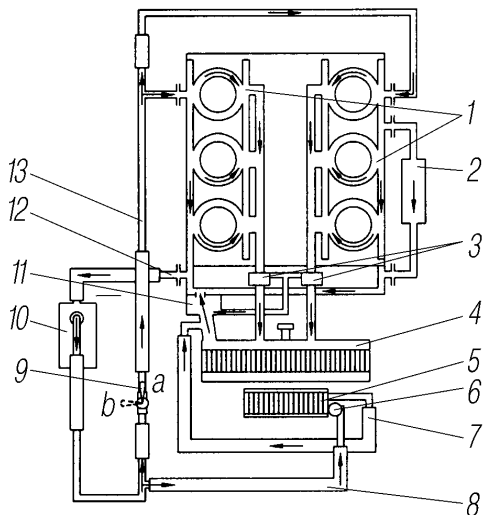

Рис. 15. Схема системы предпускового подогрева и отопления кабины:
На автомобиле установлен жидкостный предпусковой подогреватель автоматического действия, предназначенный для подогрева двигателя и отопления кабины. Устройство подогревателя, а также указания по эксплуатации изложены в прилагаемом руководстве по эксплуатации подогревателя. Схема системы предпускового подогрева двигателя и отопления кабины показана на рис. 15.
**Радиатор** трубчато-ленточный. На заливной горловине верхнего бачка радиатора установлена герметичная крышка, снабженная двумя клапанами. Выпускной клапан открывается при избыточном давлении в системе 65 кПа (0,65 кгс/см2), выпускает избыток жидкости и пар в расширительные бачки, впускной клапан открывается при разрежении 1,0-1,2 кПа (0,01-0,012 кгс/см2). Перед заполнением системы охлаждения двигателя поднять кабину. Охлаждающую жидкость заливать через горловину 3 (рис. 15) радиатора до нижней кромки горловины при открытом кране системы отопления кабины. Перед проверкой уровня охлаждающей жидкости двигатель запустить на 1-2 мин для удаления воздуха из системы.